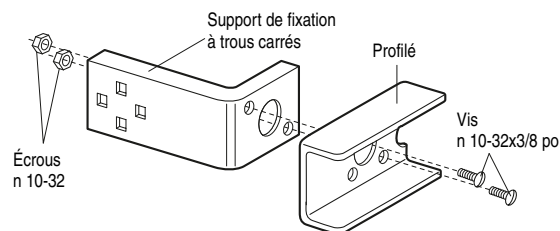

Figure 2
2. Poser ces deux ensembles sur un support à fente en utilisant les fixations illustrées en Figure 2. **Noter l'alignement des supports des côtés gauche et droit de la porte.**
4. Utiliser les trous de fixation de supports en tant que gabarit pour repérer et percer (2) avant-trous de 3/16 de pouce de diamètre de chaque côté de la porte du garage, entre 4 pouces et 6 pouces du plancher, **jamais à plus de 6 pouces** (voir l'avertissement à la page 15).
5. Fixer les supports en place avec des tire-fond de 1/4 po x 1-1/2 po, comme il est illustré en Figure 2.